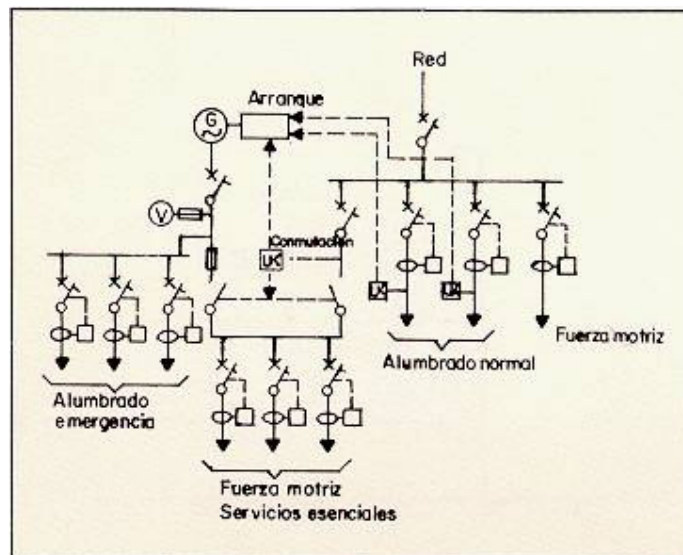

Fig. 12: Grupo electrógeno para alumbrado de emergencia y servicios esenciales
- Los alumbrados especiales (Fig. 12).